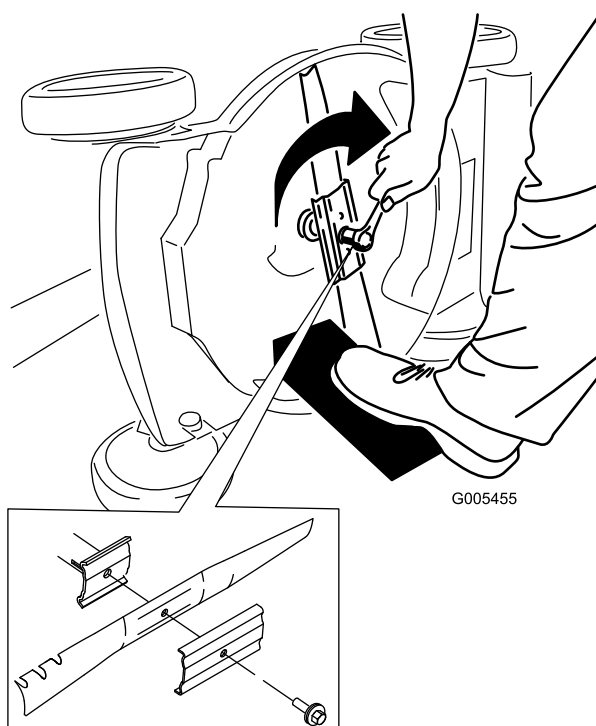

Figura 29
4. Retire la cuchilla, conservando todos los herrajes de montaje (Figura 29).
5. Instale la cuchilla nueva y todos los herrajes de montaje (Figura 29).